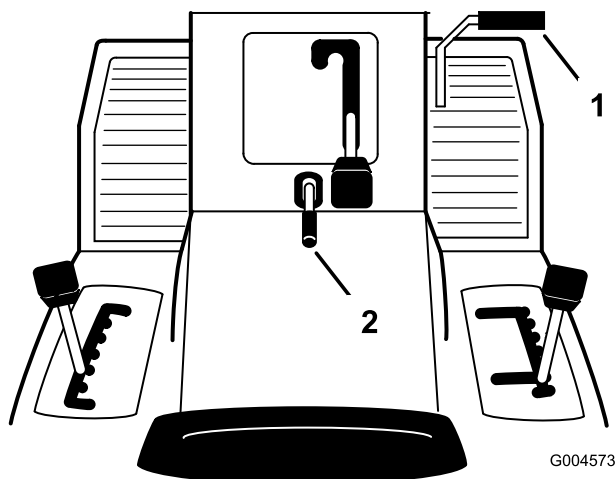

Figura 8
1. Premete e tenete premuto il pedale del freno (Figura 8).
2. Sollevate la leva del freno di stazionamento (Figura 8) e sollevate lentamente il piede dal pedale di frizione/freno.
1. Premete il pedale di freno/frizione (Figura 8).